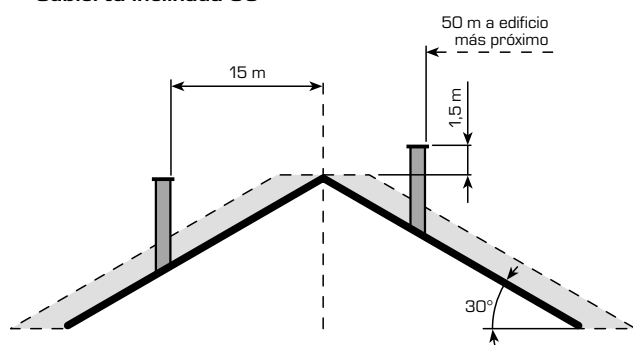

Fig. 3
- tener por encima una chimenea, cuyo desagüe debe estar fuera de la así llamada zona de reflujo para evitar la formación de contrapresiones que impidan una descarga libre de los productos de la combustión en la atmósfera [fig 3];